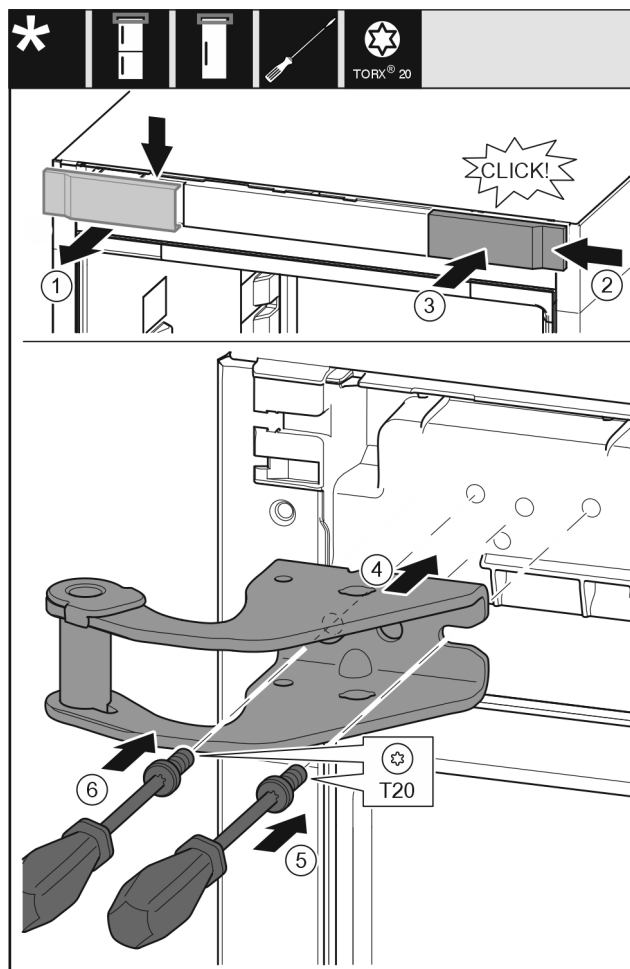

Fig. 12
- Wyjąć osłonę od góry do przodu. Fig. 12 (1)
- Osłonę obróconą o 180° założyć z drugiej strony od prawej. Fig. 12 (2)
- Zazębić osłonę. Fig. 12 (3)
- Założyć górną płytkę zawiasu. Fig. 12 (4)
- Śrubę założyć przy pomocy śrubokręta T20 i mocno dokręcić. Fig. 12 (5)
- Śrubę założyć przy pomocy śrubokręta T20 i mocno dokręcić. Fig. 12 (6)